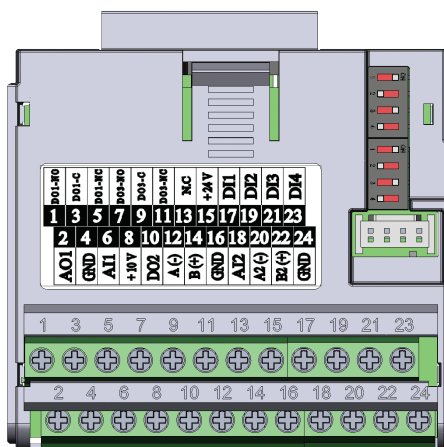

Figure 16.1 : Module enfichable CFW500-CRS485
Le module enfichable CFW500-CRS485 a une interface série (1) passant par le port RS485 aux bornes 12(A-) et 14(B+), ainsi que l'interface série (2) passant par un autre port RS485 aux bornes 20(A2+) et 22(B2+) ; voir la Figure 16.1 à la page 16-1.